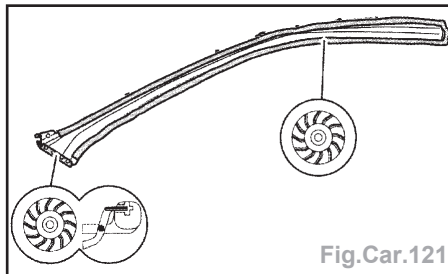

Fig.Car.121
- Percer les orifices nécessaires pour la soudure par points postérieure (Fig.Car.121).